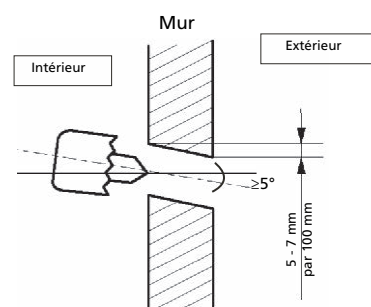

Fig. 5
1. Déterminer la position des trous en fonction du diagramme illustré à la Fig.5. Percer un ① trou (≥ 85 mm) en inclinant légèrement vers le bas (côté extérieur) afin d'éviter la pénétration d'eau vers l'intérieur.